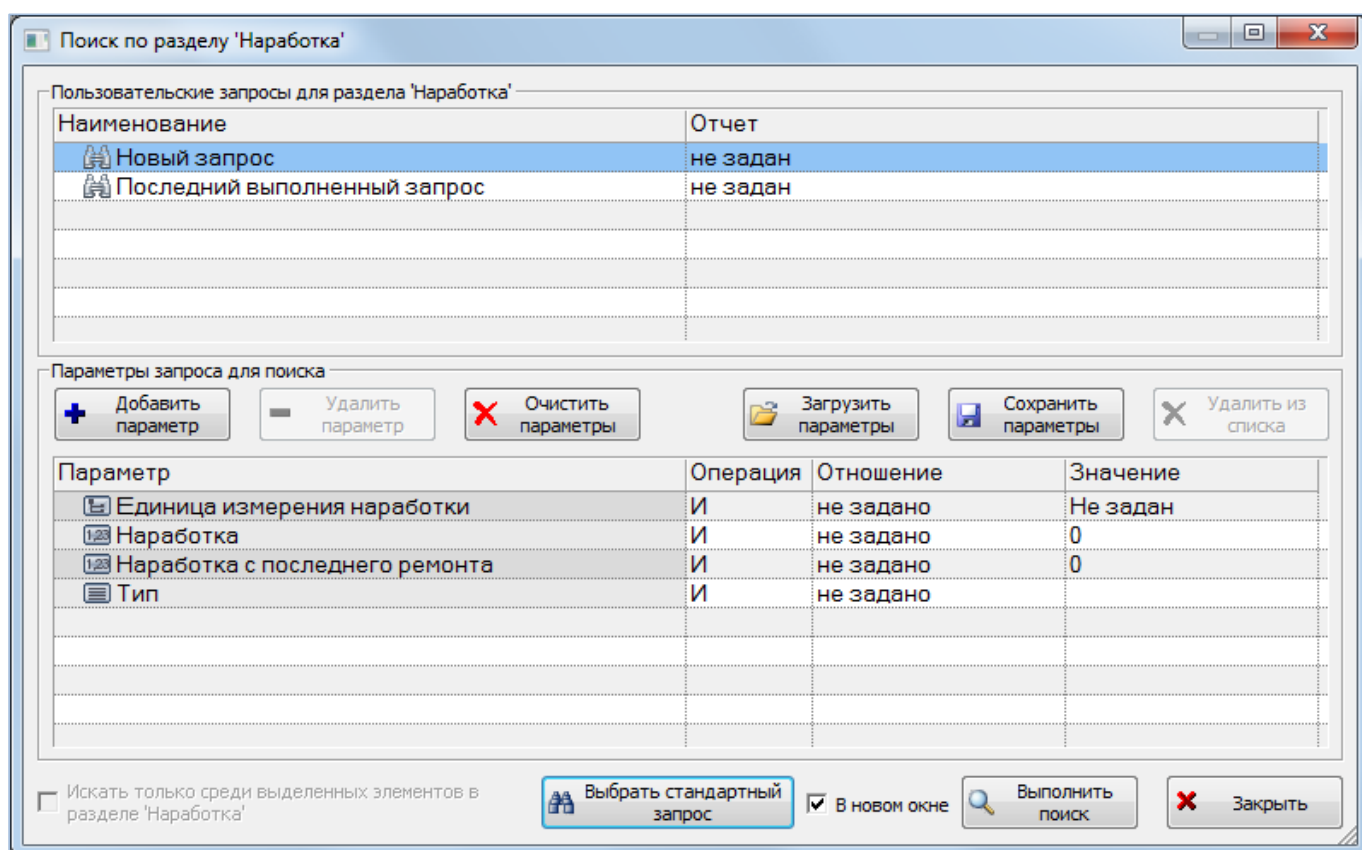

Рис. 25-29 – Окно «Поиск по разделу «Наработка»
2) Нажать кнопку «Поиск» панели «Правка». В результате откроется диалоговое окно «Поиск по разделу» с указанием названия раздела (рис. 25-29).